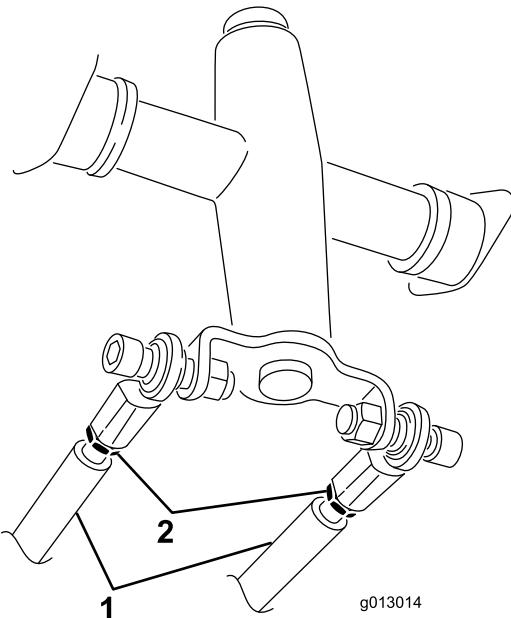

Рисунок 58
- Ослабьте контргайки на штоках привода под панелью управления (Рисунок 58).